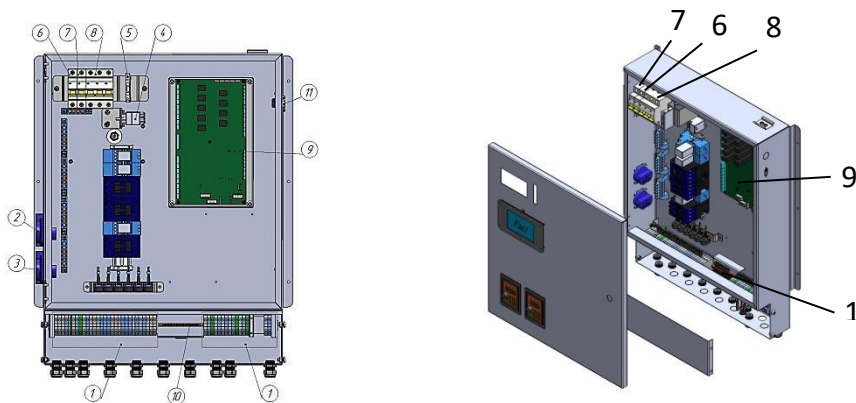

РИС. 24
- 1) Выставляем корпус котла на ровную, очищенную от мусора поверхность, учитывая расстояния от препятствий при монтаже (см. рис. 24).
- 2) Горелка для FSS 645(761) является съемной.